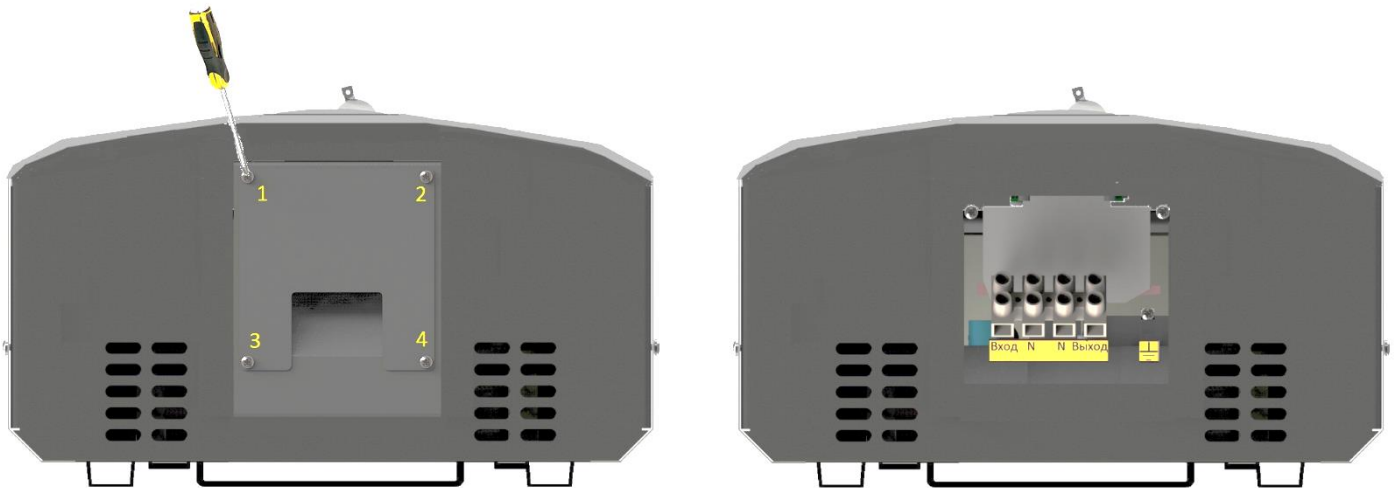

Рисунок 12. Схема зняття захисної кришки знизу корпусу стабілізатора
2. За допомогою викрутки відкрутити 4 гвинти захисної кришки з нижньої частини стабілізатора для доступу до клемної колодці (див . рисунок 12).